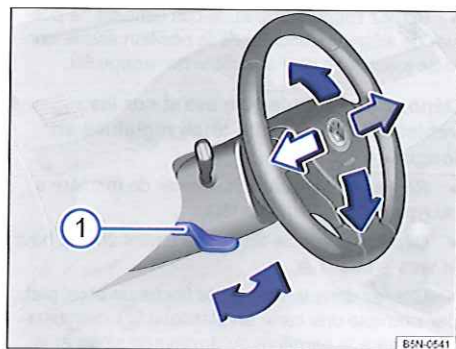

Fig. 52 Sous le volant de direction, dans le revêtement de la colonne de direction : levier de réglage mécanique de la position du volant de direction.
- Faites basculer le levier \Rightarrow fig. 52  vers le bas \Rightarrow .
- Une fois le réglage effectué, bloquez systématiquement le levier \Rightarrow fig. 52  en le faisant pivoter vers le haut afin que le volant de